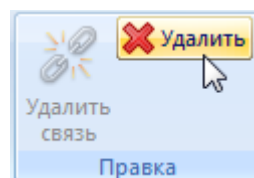

Рис. 9-9 – Кнопка «Удалить» панели «Правка»
- 3) Нажать кнопку «Удалить» панели «Правка» (рис. 9-9).